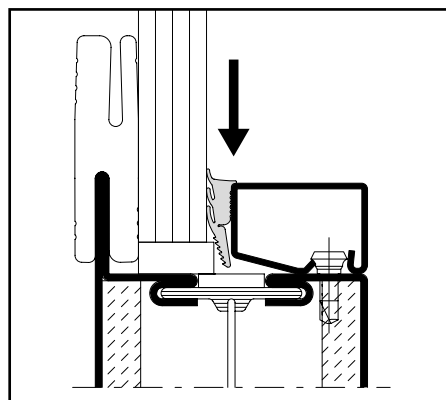

Abb. 26 / Fig. 26 / Fig. 26
- Keildichtungen glasleistenseitig mit leichtem Übermass in 45°-Gehung zuschneiden und eindrücken (Abb. 26)
- Découper les joints à bourrer coté parcloles d'onglet à 45° avec une légère surlongueur et les enfoncer (fig. 26)
- Cut with small oversize the wedge weatherstrips in a miter joint on the glazing bead side and press in (Fig. 26)